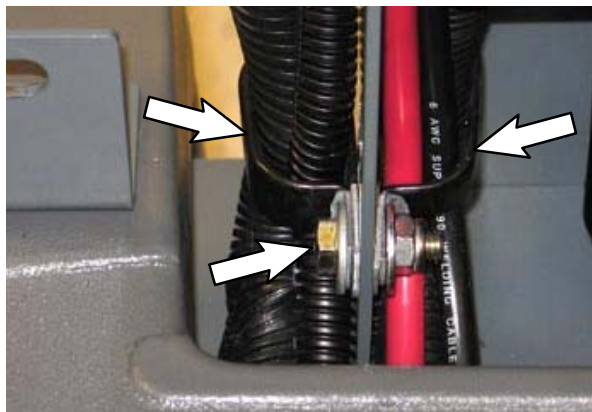

FIG. 22
24. Rimuovere l'hardware dai due morsetti dei cavi inferiori sul canale dello sterzo. Lasciare i morsetti lenti sul cavo. (Fig. 22)
NOTA: se necessario, rimuovere il morsetto del cavo superiore situato sopra il morsetto nella Fig. 22 per allentare i cavi principali dal canale dello sterzo.